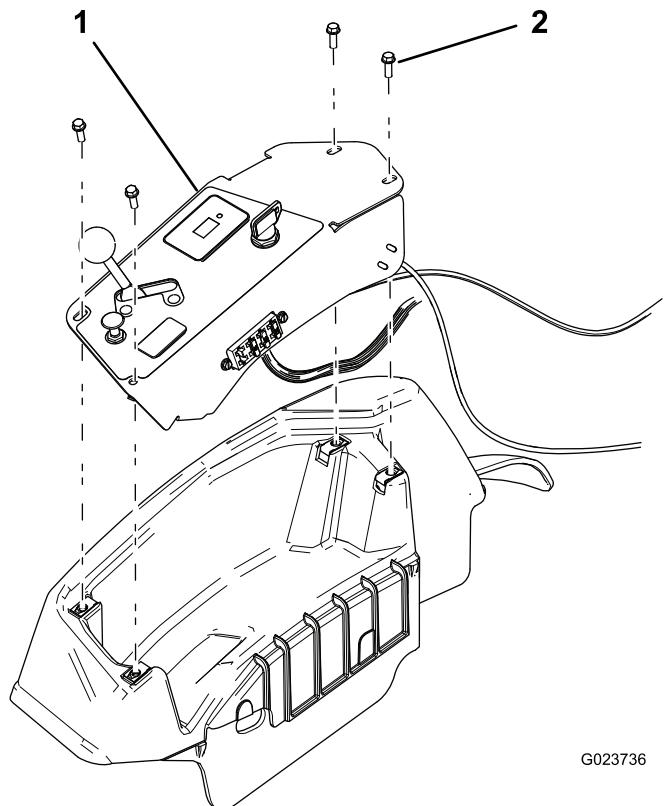

Bild 27
2. Nehmen Sie das Armaturenbrett ab (Bild 27).